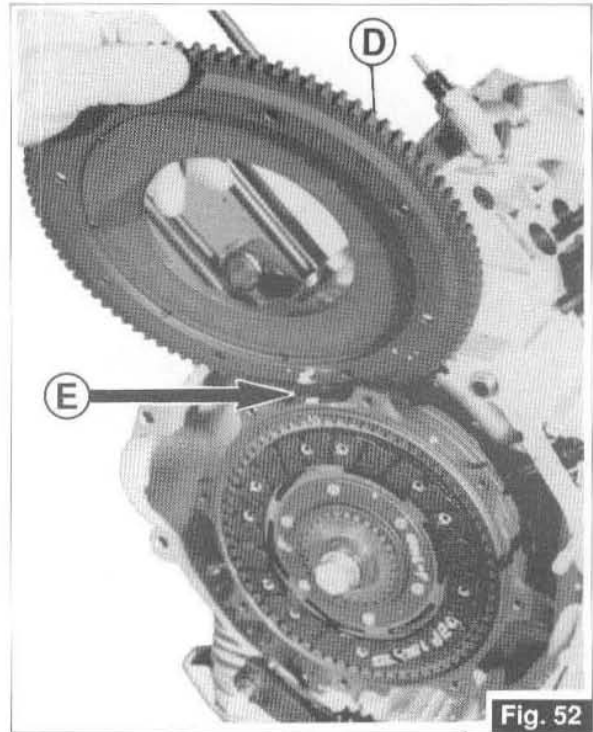

Fig. 52
- Retirez la roue dentée «D» en se rappelant, lors du remontage successif, de rétablir les références marquées par la flèche «E» (Fig. 52).
- Die verzahnte Krone «D» abnehmen und sich dabei daran erinnern, daß bei der Wiedermontage die vom Pfeil «E» (Abb. 52) angedeuteten Bezugspunkte rückgestellt werden.